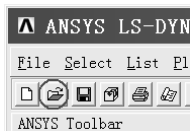

图 5-7 “OPEN ANSYS File”按钮
(5) 在“14.0: ANSYS Mechanical APDL Product Launcher [Profile:***La...”窗口中的“Job Name:”方框内找出“D:\Ch5\pull bar”目录中的“pull bar.db”文件。
(6) 单击“14.0: ANSYS Mechanical APDL Product Launcher [Profile:***La...”窗口中的“Run”按钮，弹出 ANSYS LS-NYNA 操作界面。
(7) 单击 ANSYS LS-NYNA 操作界面左上角处的“OPEN ANSYS File”按钮（见图 5-7），打开“D:\Ch5\pull bar”目录中的“pull bar.db”文件。打开该文件后图形窗口中显示出划分单元后的方杆。